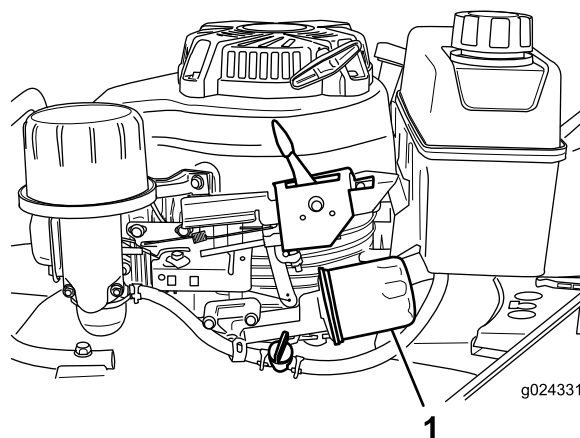

Figura 22
6. Coloque un trapo debajo del filtro de aceite (Figura 22) para recoger cualquier aceite que se salga al retirar el filtro.